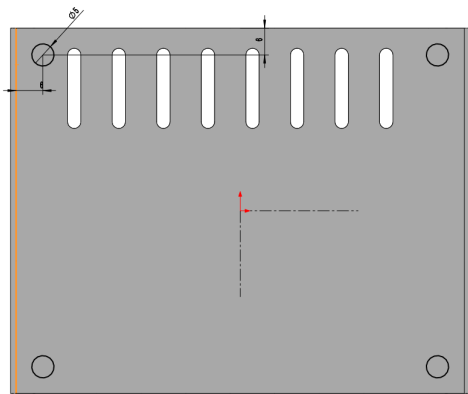

图 13-42 绘制草图对象
(7) 在【特征】选项卡中, 单击【拉伸切除】按钮, 弹出【拉伸】属性管理器, 选取基体特征外侧面, 进入草图绘制环境, 绘制草图对象, 如图 13-42 所示。